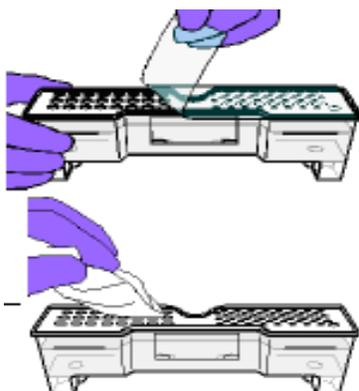

Figura 13. Remoción de sello y limpieza de gotas de buffer en la superficie del contenedor.
- 7.4.7** Coloque el nuevo buffer en una superficie plana y remueva el sello plástico (ver figura 13).